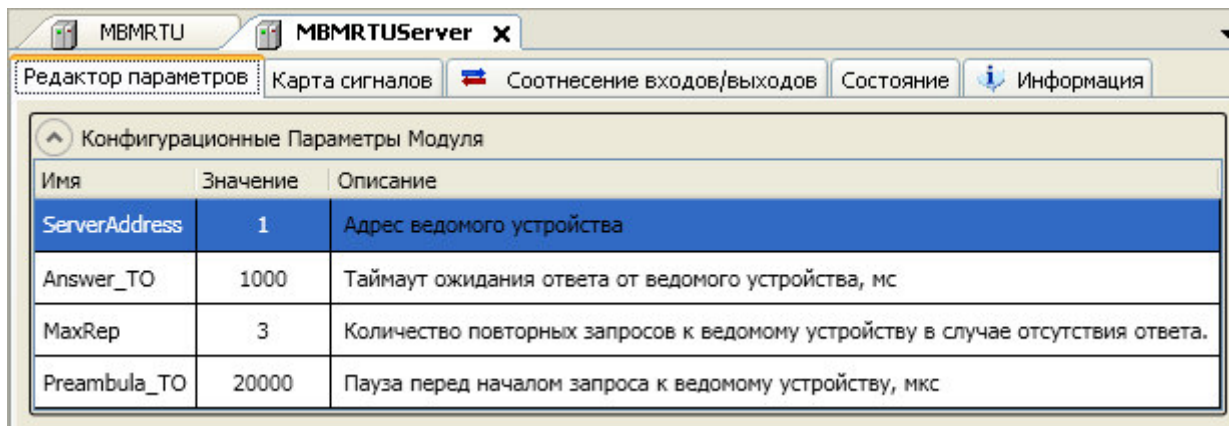

Рисунок 3.30 – Модуль MBMRTU Server (Slave). Закладка Редактор параметров
- 2 Перейти на закладку **Редактор параметров** (рисунок 3.30).